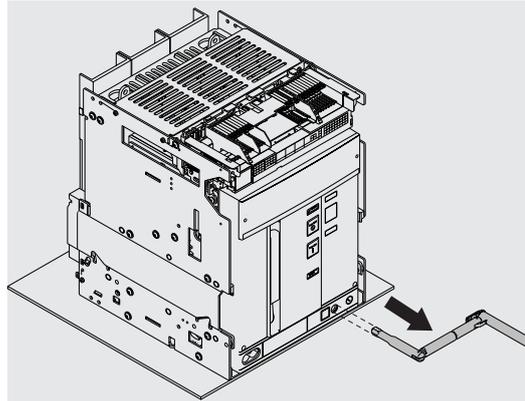

Figura 48
12. Estrarre la manovella. Vedi Figura 48.